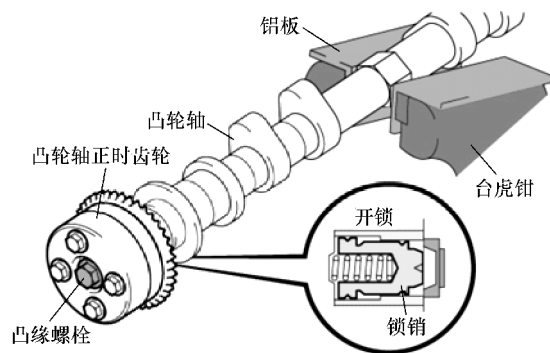

图 12-13 夹紧凸轮轴
3) 在台虎钳上垫上铝板将凸轮轴夹紧，如图 12-13 所示。